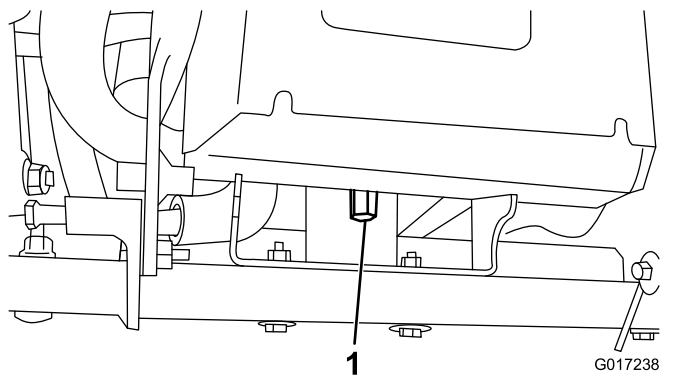

Figura 3
3. Îndepărtați piulița lungă care fixează partea din spate a suportului bateriei de cadrul mainii (Figura 3).